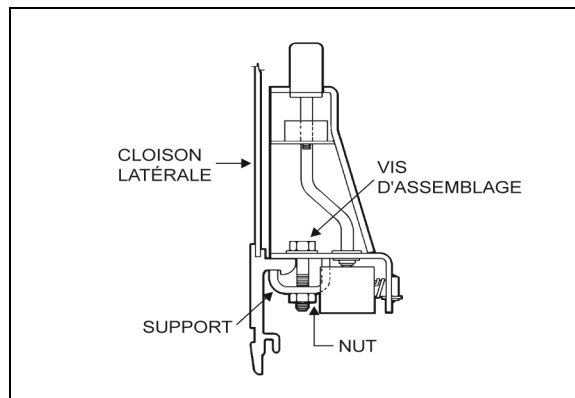
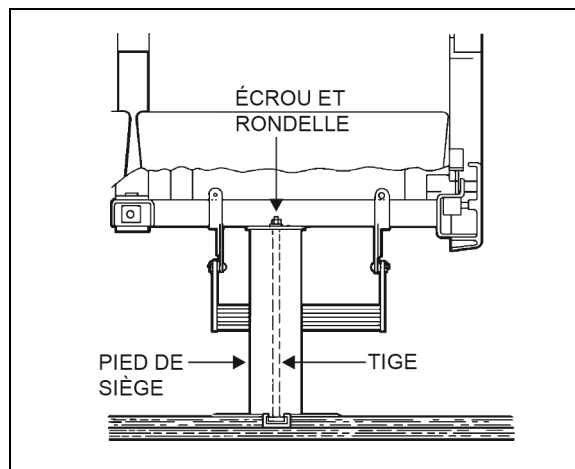

FIGURE 30: FIXATION AU MUR
FIGURE 31: SOCLE DE SIÈGE
4. Retirer les deux vis d'assemblage, les deux écrous et les deux rondelles qui fixent le châssis de siège au mur et retenir les deux supports. Voir les Figure 30 et Figure 31.